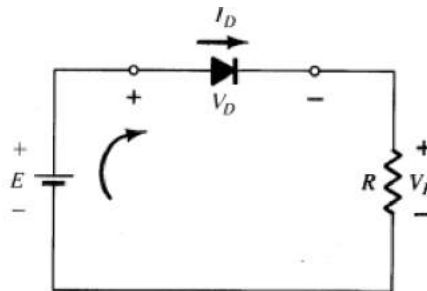

Figura 77: Circuito básico de polarização direta
- Monte o circuito apresentado na Figura 77. Considere os seguintes valores: $R = 1k\Omega$, $E = 10V$, Diodo 1N4001 (1N4004 ou 1N4007).